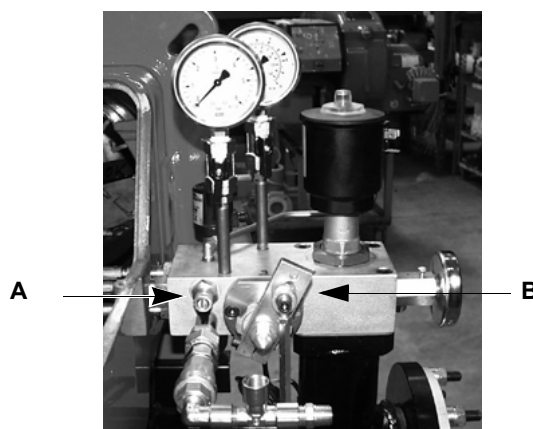

Рис. 23
- Снять и почистить регулятор сжатого воздуха, **А** на Рис. 23.
Снять и почистить регулятор мазутного топлива, **В** на Рис. 23.